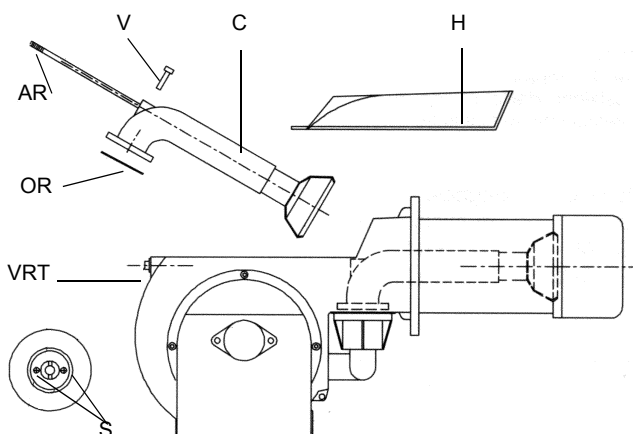
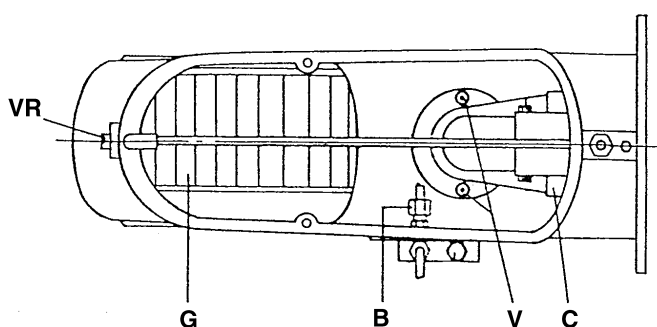

Рис. 31
Рис. 32
- Открутить винты V, которые блокируют коллектор газа C, расслабить две соединительные детали B на Рис. 32, и вынуть весь узел в комплекте, как это указано на Рис. 31.